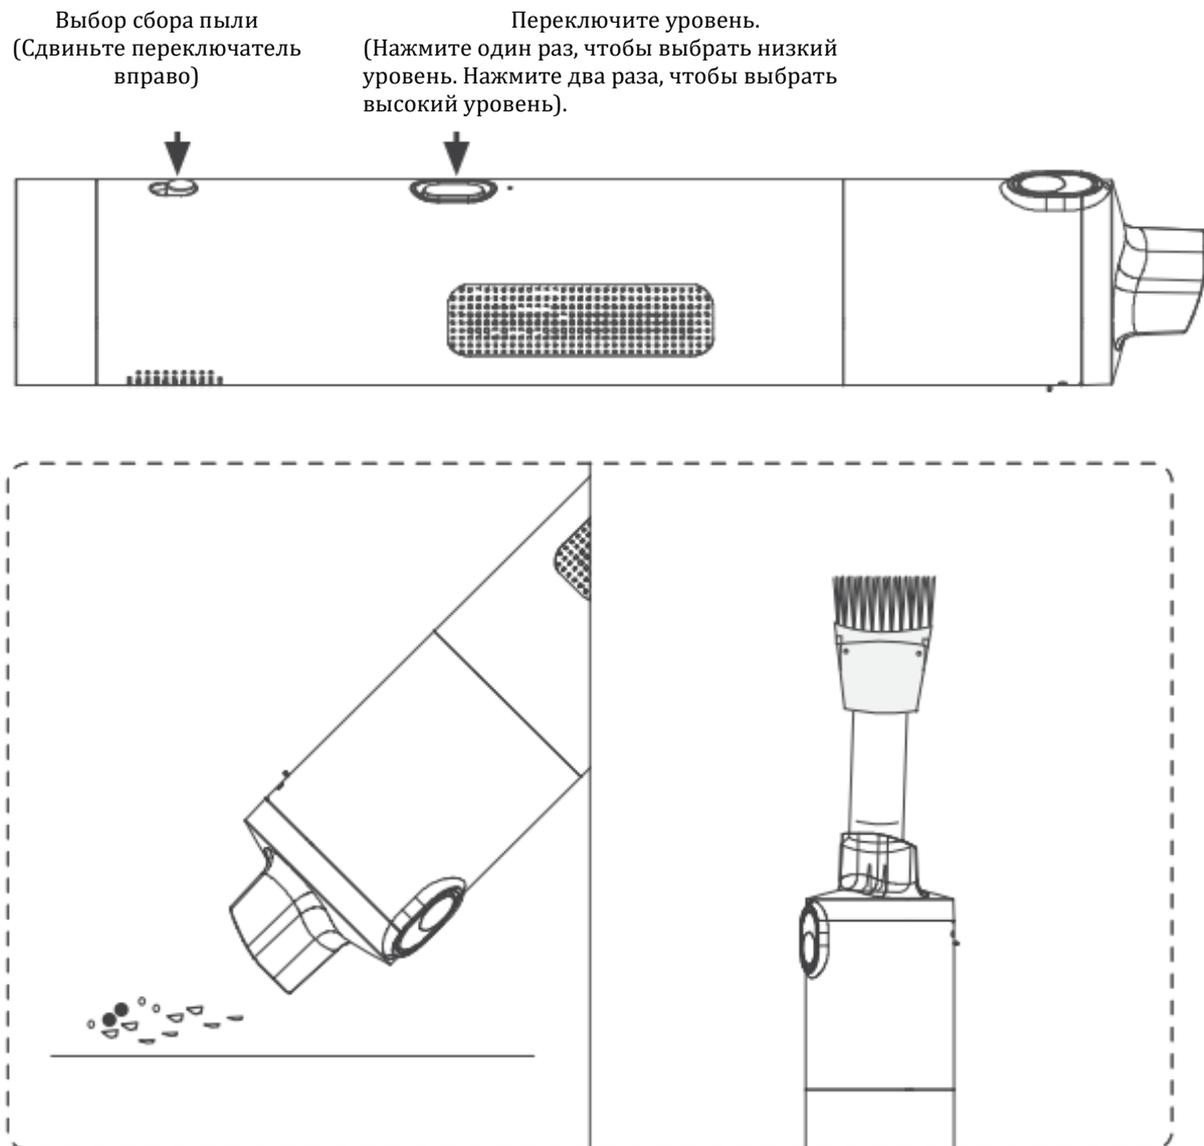

Рис. 2
- ① Пользователь может выбрать уровень и принадлежности с учетом требований (см. рис. 2).
- ② Выбрать насадку или сбор пыли (выберите сбор пыли).